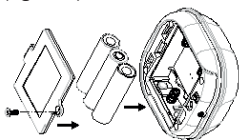

FIGURA 3
3. Inserire 3 batterie alcaline AA 1.5V nel vano batterie, assicurandosi di posizionarle nella giusta polarità (figura 3).